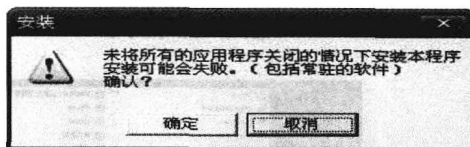
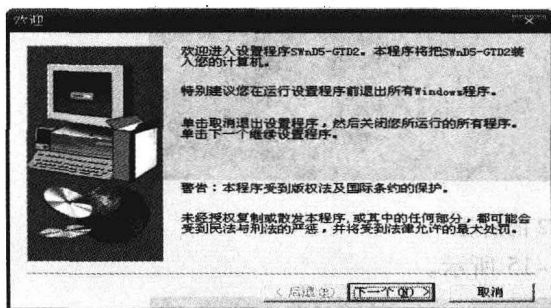

图 1-8 安装提示信息
图 1-9 欢迎安装界面
4) 初始安装界面完成以后将出现如图 1-8 所示的提示框信息, 若提示“未将所有的应用程序关闭的情况下安装本程序可能会失败。”此时只需单击“确定”按钮即可。
5) 单击图 1-8 中“确定”按钮以后, 将出现如图 1-9 所示的欢迎安装界面, 只需单击“下一个”按钮即可。